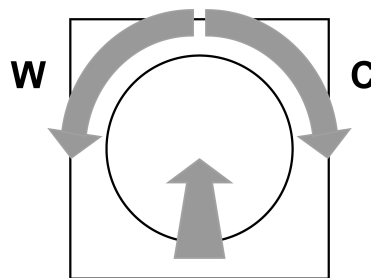

Figure 2
Lors de l'enregistrement de la température de couleur, tenir compte du fait que la dernière rotation du bouton d'activation (voir figure 2) enfoncé doit s'effectuer vers la gauche (W) pour la couleur de lumière la plus chaude et vers la droite (C) pour la couleur de lumière la plus froide.
- Tourner le bouton d'actionnement enfoncé vers la gauche (W) jusqu'à ce que la couleur de lumière la plus chaude souhaitée soit atteinte et le maintenir enfoncé dans cette position pendant plus de 10 secondes.